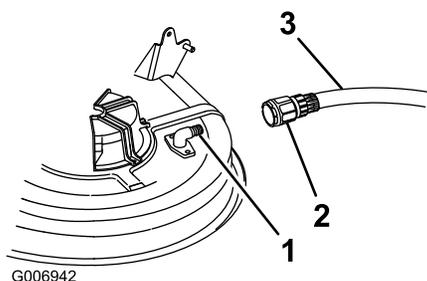

Figura 34
4. Montate il manicotto (non a corredo) al raccordo di lavaggio del tosaerba, quindi aprite il rubinetto per erogare un getto forte (Figura 34).